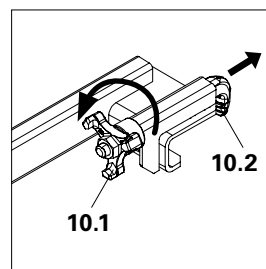

Fig. A9.01a
1. Desserrer l'écrou à 3 oreilles (10.1) sur la fixation d'échelle MXK (10), extraire le tendeur (10.2). (Fig. A9.01a)